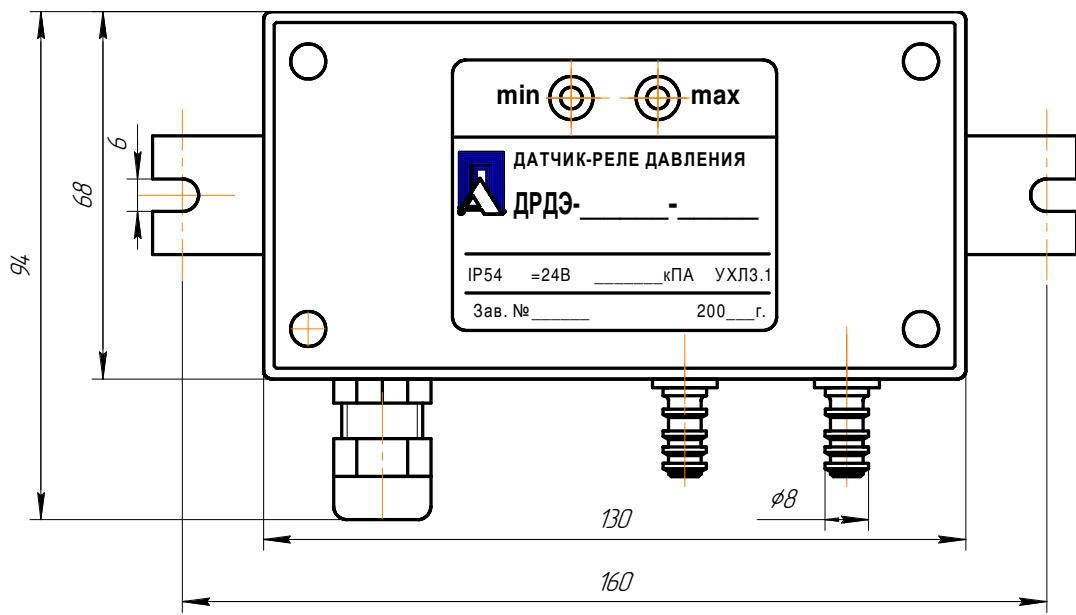
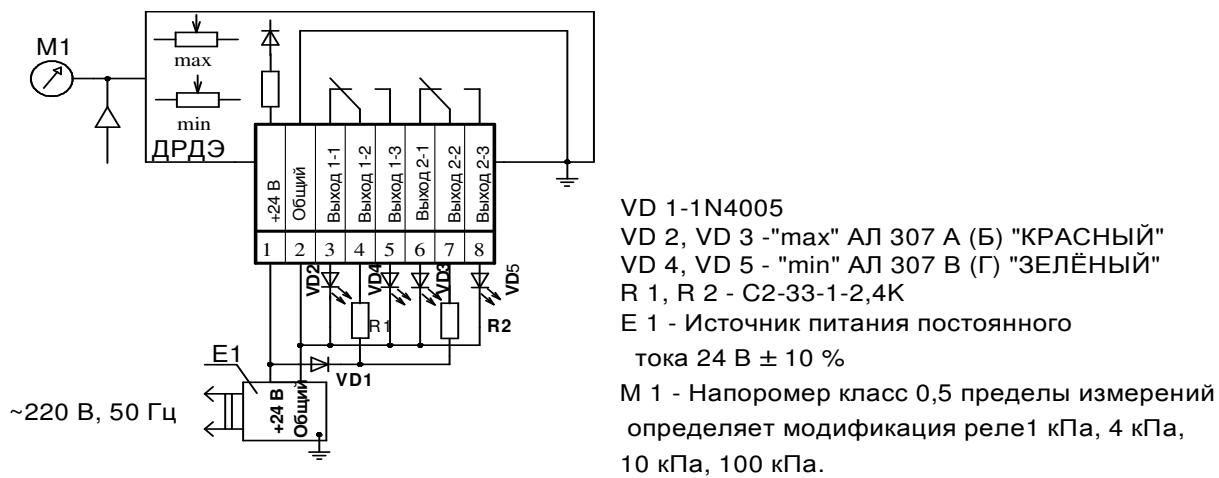

Рис.1. Общий вид ДРДЭ.
Рис. 4. Схема проверки работоспособности ДРДЭ
5.1. Общий вид реле представлен на рис. 1.
9.3.1. Собрать рабочее место согласно рис. 4, снять крышку; отвинтив 4 винта (рис.1) и подключить контакты колодки XT1 реле согласно схеме проверки: